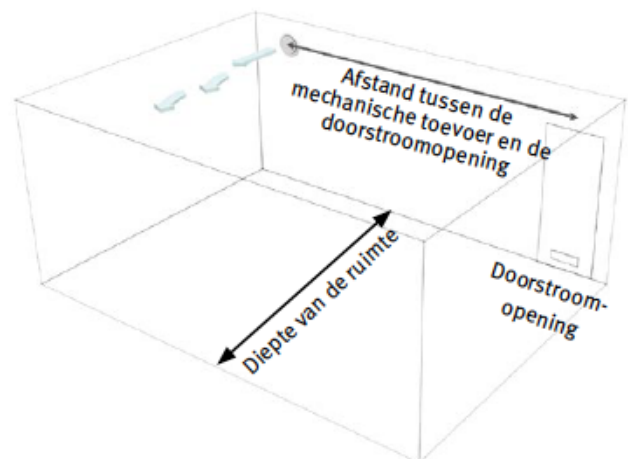

Afb. 1 Het ventiel moet op een toereikende afstand (minimum 50 cm) van de aangrenzende wanden gelegen zijn.
- Mechanische-toevoerventielen en -afvoerventielen best op een toereikende afstand van de aangrenzende wanden geplaatst moeten worden en dit, om de weerkaatsing van het geluid op de wanden te vermijden. Indien mogelijk, wordt een minimale afstand van 50 cm aanbevolen, al naargelang van de configuratie van het vertrek en de beschikbare ruimte voor de kanalen (afbeelding 1)